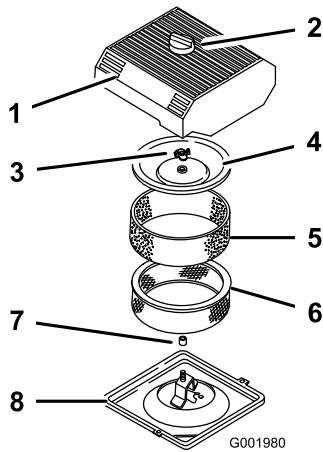

Figure 43
3. Nettoyez la surface autour du filtre à air pour éviter que des impuretés n'endommagent le moteur en tombant à l'intérieur (Figure 43).
4. Desserrez le bouton sur le couvercle du filtre à air et déposez le couvercle (Figure 43).
5. Sortez délicatement l'élément en mousse de l'élément en papier (Figure 43).
6. Dévissez l'écrou du couvercle et enlevez le couvercle et l'élément en papier (Figure 43).
1. Glissez délicatement l'élément en mousse sur l'élément en papier (Figure 43).
3. Vissez l'écrou à la main contre le couvercle (Figure 43).
4. Remettez en place le couvercle du filtre à air et le bouton (Figure 43).